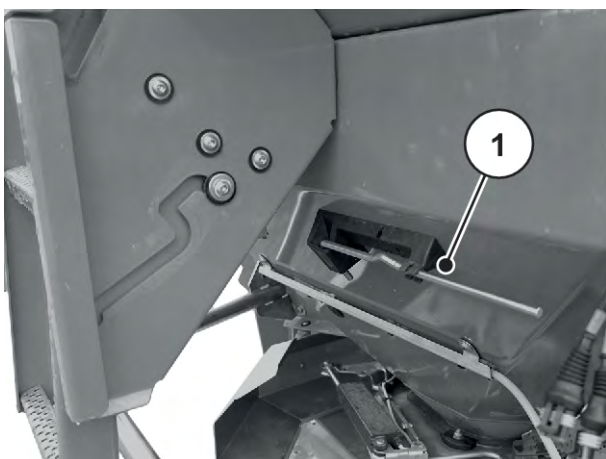

Fig. 37: Position du levier de réglage AXIS xx.2
- ▶ Replacer le levier de réglage dans le support prévu. Voir *Fig. 37 Position du levier de réglage AXIS xx.2*